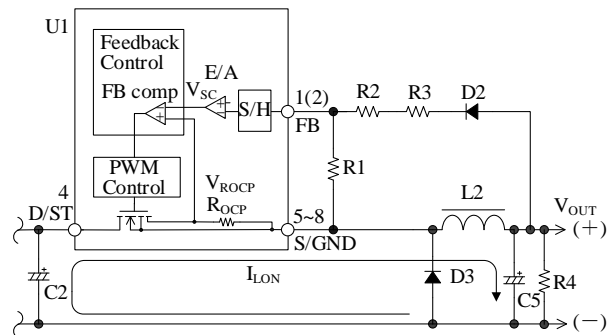
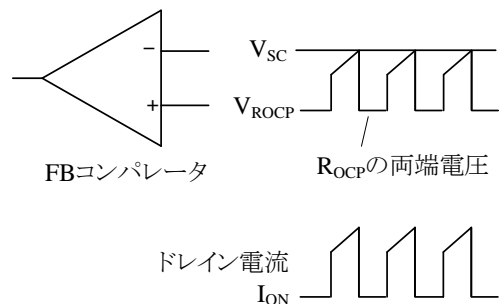

図 10-5 FB 端子周辺回路 (降圧コンバータ)
図 10-6 定常時の I_D と FB コンパレータ動作
10.4 定電圧 (CV) 制御
出力電圧の定電圧 (CV) 制御は、過渡応答および安定性に優れたピーク電流モード制御を使用しています。パワー-MOSFET のターンオフ時にターンオフした瞬間から $t_{FBFS} = 2.5 \mu\text{s}$ (max.) の時点の FB 端子電圧をパルスバイパルスでサンプリングして作った目標電圧 (V_{SC}) と IC 内部のセンス抵抗の電圧 (V_{ROCP}) を内部の FB コンパレータで比較し、 V_{ROCP} のピーク値が V_{SC} に近づくように制御します (図 10-5、図 10-6 参照)。